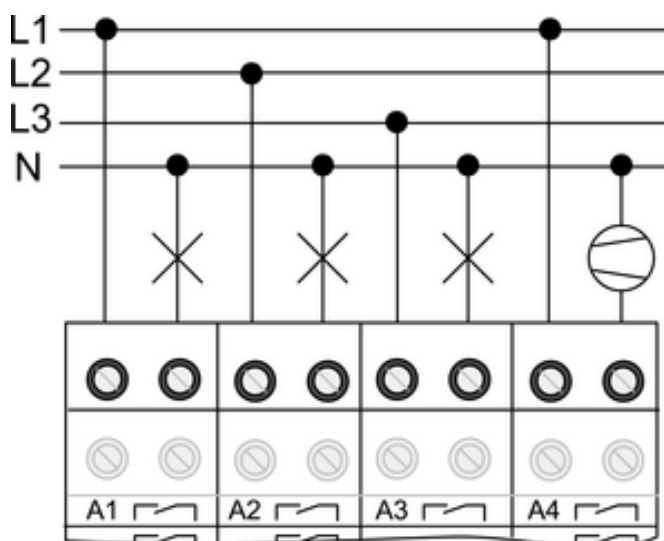

Figura 4
- Conectar las cargas activadas (figura 4).